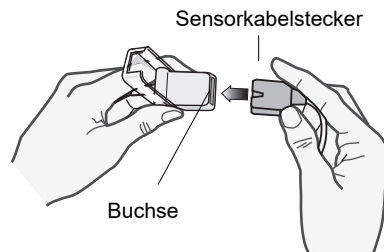

Abbildung 10-1 Einstecken des Sensorkabelsteckers in die Buchse
- Bei Verwendung des zweiteiligen Patientenkabels klappen Sie die durchsichtige Schutzabdeckung an der Buchse des Verlängerungskabels nach oben und schieben den Sensorkabelstecker auf ganzer Länge in die Buchse des Verlängerungskabels (siehe Abbildung 10-1).